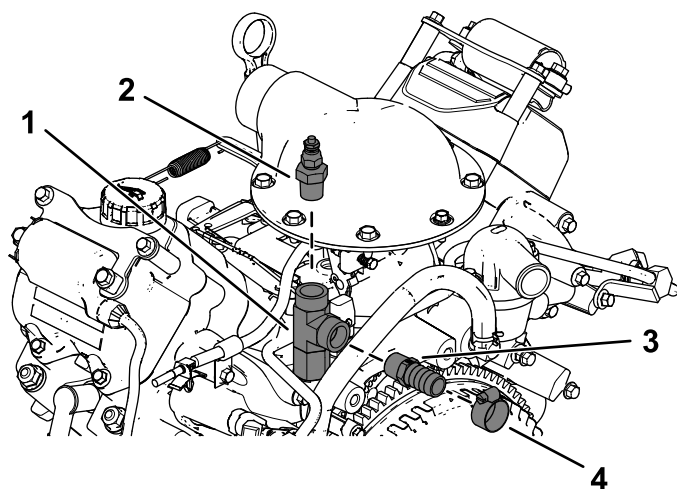

Figura 9
3. Montate il microinterruttore della temperatura e il flessibile ($\frac{3}{8}$ ") e il raccordo dell'adattatore ($\frac{5}{8}$ ") con fascette stringitubo, come illustrato nella **Figura 9**.